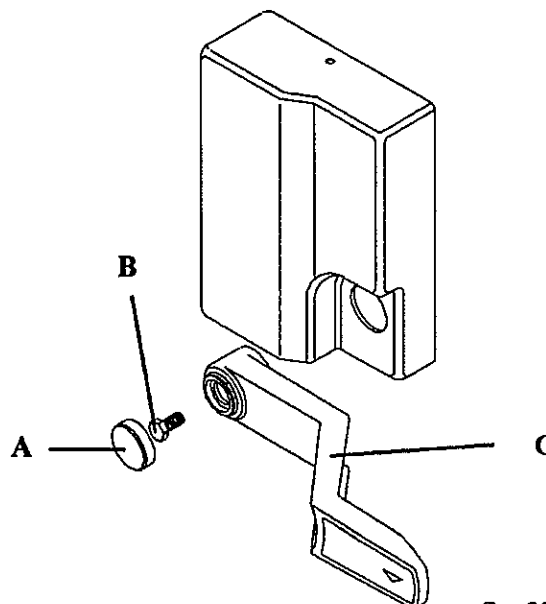

fig. 22
H1055, H1090, H1130, H1255 model (fig. 22) : Remove the door lock plug (A), using a screwdriver. Disassemble the screw (B), that secures the handle. Remove the handle (C) from the machine.
Modelo H1055, H1090, H1130, H1255 (fig. 22): Desmontar el tapón (A) de la empuñadura de cierre, ayudándose con un destornillador. Desmontar el tornillo (B) de fijación de la empuñadura. Separar la empuñadura (C) del resto de la lavadora.
Modèle H1055, H1090, H1130, H1255 (fig. 22): Démonter le bouchon (A) de la poignée de fermeture, à l'aide d'un tournevis. Démonter la vis (B) de fixation de la poignée. Séparer la poignée (C) de la machine.